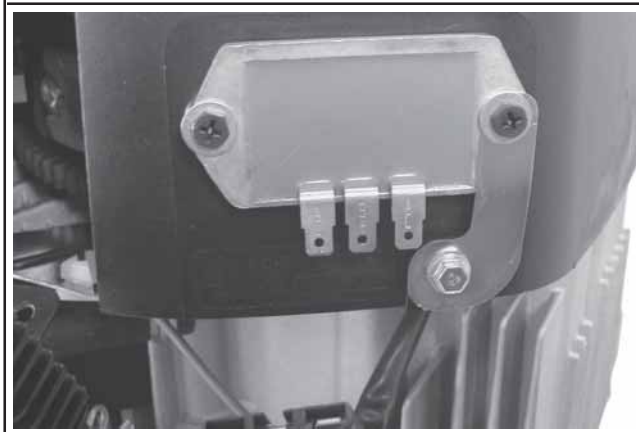

Figure 11-64. Éléments de mise à la terre du redresseur-régulateur.
1. Installer le redresseur-régulateur dans le carter du ventilateur s'il a été retiré, puis connecter son câble de terre avec la rondelle et la vis argentée en le passant à travers l'œillet comme montré. Si une console de mise à la terre est utilisée, l'attacher avec une vis de montage et une rondelle sur le côté **extérieur** du redresseur-régulateur. Voir la Figure 11-64.